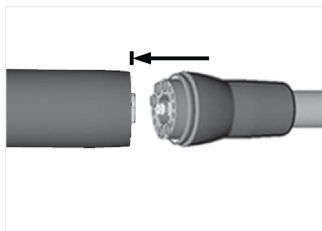

FIG. 2
2. Collegare il motore al tubo flessibile brevettato (con connettore tipo MX2) come mostrato nella FIG. 2.